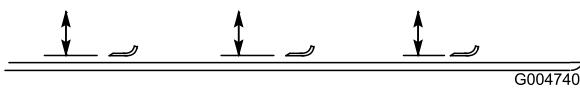

Figure 90
2. Tournez la lame dans le sens longitudinal (Figure 90). Mesurez la distance entre l'intérieur du plateau de coupe et le tranchant à l'avant de la lame. Notez cette valeur.